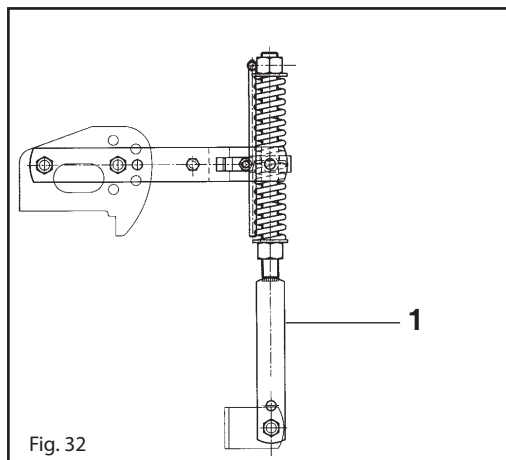

Fig. 32
- 2) Il martinetto a molla (1 Fig. 32) oltre a sostenere la lamiera livellatrice ed ammortizzarla nel trasporto su strada, serve a evitare il ribaltamento della macchina durante il parcheggio.
- 2) Besides supporting the levelling plate and acting as a shock absorber for it during road transport, the spring ram (1 Fig. 32) prevents the machine from overturning when parking.
- 2) Le vérin à ressort (1 Fig. 32) sert de soutien à la tôle de nivellement et de suspension pendant le transport sur route, pour éviter le basculement du machine lors du stationnement.
- 2) Die Federwinde (1 Abb. 32) trägt nicht nur das Planierschild und dient beim Straßentransport zur Dämpfung von Stößen, sondern sie soll auch verhindern, daß die Maschine während des Parkens umkippt.
- 2 – Пружинный домкрат, (1 Рис. 32.) кроме поддержки выравнивающей пластины и ее амортизации во время перевозки по дороге, служит для избегания опрокидывания фрезы почвенной навесной во время парковки.